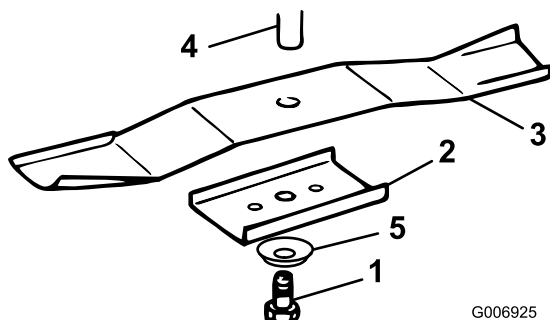

Figure 30
3. Enlevez le boulon (clé de 16 mm [5/8"]), la rondelle bombée, le porte-lame et la lame (Figure 30). Pour enlever le boulon, bloquez éventuellement la lame en introduisant une cale en bois entre la lame et le carter du plateau de coupe.
1. Montez chaque lame, le porte-lame, la rondelle bombée (face concave vers la lame) et le boulon de lame (Figure 30).